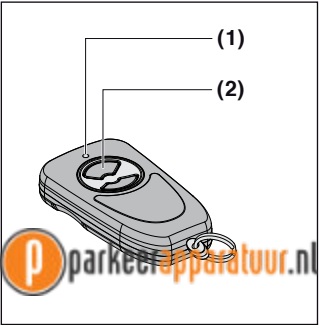

Fig. 1
2 Beschrijving van het toestel (fig. 1)
4.2 De handzender gebruiken (fig. 1)
2 Descripción del aparato (fig. 1)
4.2 Utilizar el emisor manual (fig. 1)
2 Descrizione dell'apparecchio (fig. 1)